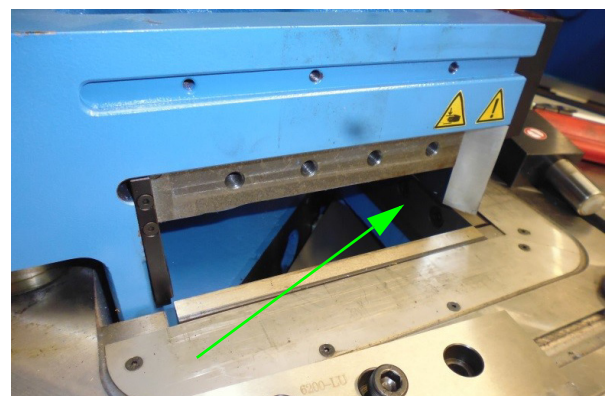

Abb. 19: Zugang zu den Befestigungsschrauben des Untermessers
Schritt 9: Nachdem das Obermesser entfernt wurde, können Sie mit einem Innensechskantschlüssel die Schrauben des angrenzenden Untermessers erreichen (Abb.19 bzw. 20).